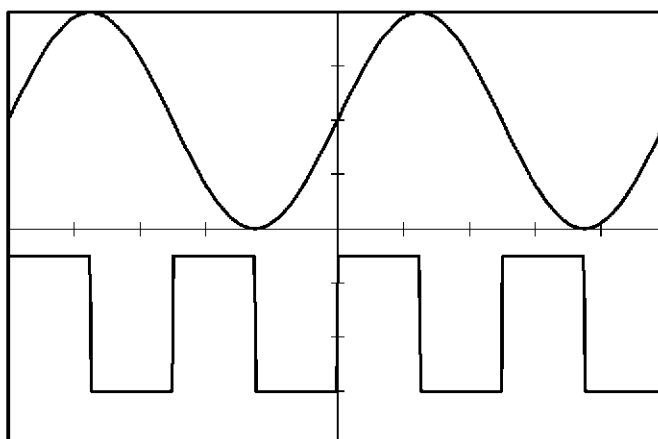

図 8-7 メモリ・マーカの確認波形
- 22. 図 8-7 のように、出力信号の 1/4 周期ごとにハイとローを繰り返すマーカが出力することを確認します。